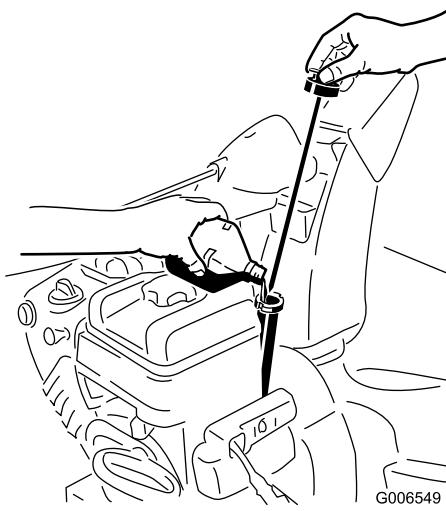

Bild 32
2. Nehmen Sie den Peilstab heraus und prüfen Sie den Ölstand (Bild 32). Füllen Sie Öl nach, wenn der Ölstand unter Auffüll-Marke am Peilstab steht. Siehe Auffüllen des Motors mit Öl.